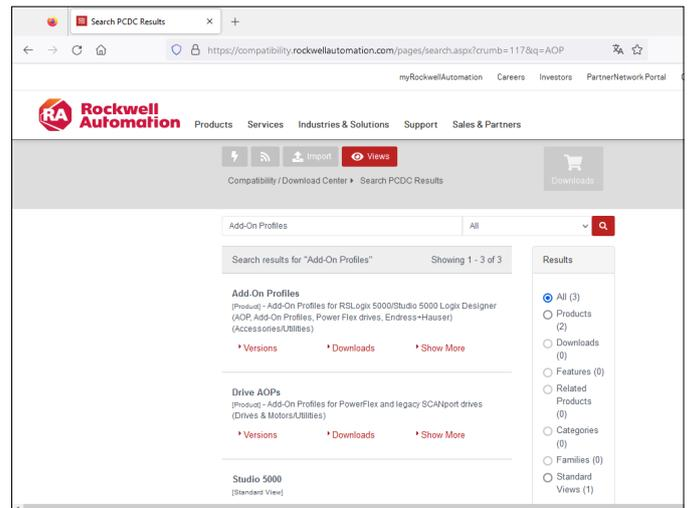

Abb. 98: „Add-On Profiles“ auf Rockwell Automation Webseite
1. Öffnen Sie den Bereich „Download Center“ auf der Homepage von Rockwell Automation und suchen Sie nach „Add-On Profiles“ (Abb. 98).